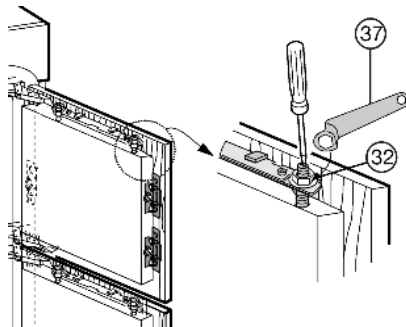

Fig. 26
- ▶ Contraoeren Fig. 26 (32) met de ringsleutel Fig. 26 (37) vastdraaien, daarbij stelbouten Fig. 26 (33) met een schroevendraaier tegenhouden.